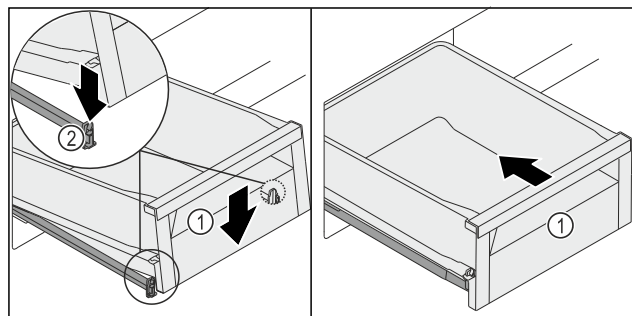

Fig. 260
- Sænk skuffen Fig. 260 (1) foran, så skuffen glider ind venstre og højre klemme Fig. 260 (2).
- Skuffen Fig. 260 (1) går hørbart i indgreb.
- Skub skuffen Fig. 260 (1) ind.